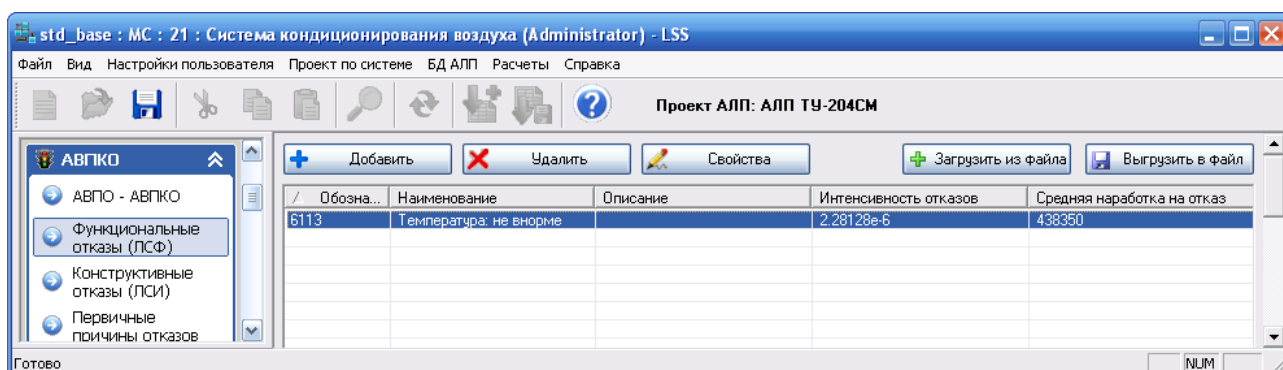

Рис. 5-5
3. После ввода параметров отказа в диалоговом окне **Элемент классификатора – Функциональные отказы (ЛСФ)** нажмите на кнопку **ОК**. После этого вид отказа будет добавлен в справочник (рис. 5-5).